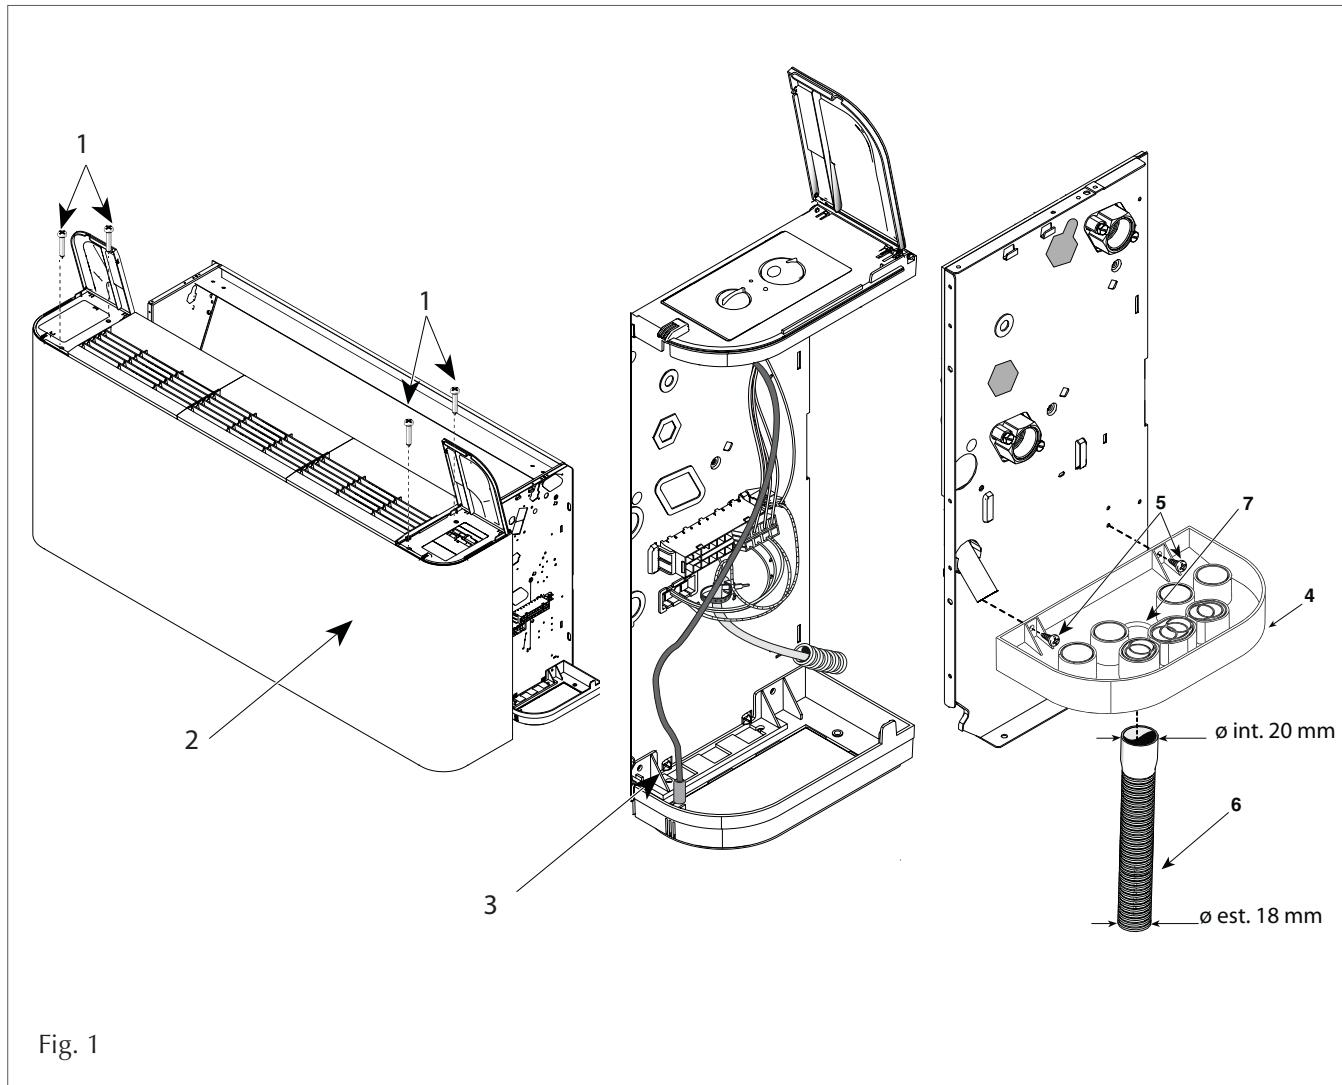

Fig. 1
**per versione FCZ\_A:** togliere le quattro viti (1 fig. 1) che fissano il mantello al frutto e sfilare il mantello di copertura (2 fig. 1), avendo cura prima di staccare la sonda temperatura ambiente se presente. (3 fig.1)
**per versione FCZ\_U:** togliere le quattro viti (1 fig. 1) che fissano il mantello al frutto e sfilare il mantello di copertura (2 fig. 1) avendo cura prima di staccare i connettori elettrici del microinterruttore consenso ventilatore e, se presente, la sonda temperatura ambiente.(3 fig.1)
- fissare la bacinella (4 fig. 1) all'apparecchio con le apposite viti (5 fig. 1);
- collegare il tubo di scarico (6 fig. 1) allo scarico bacinella (7 fig. 1);
**for the FCZ\_A version:** remove the four screws (1 fig. 1) that secure the case to the contact block and slide off the cover case (2 fig. 1), making sure you first disconnect the room temperature probe, if fitted. (3 fig.1)
**for the FCZ\_U version:** remove the four screws (1 fig. 1) that secure the case to the contact block and slide off the cover case (2 fig. 1), making sure you first disconnect the electrical connectors of the fan consent micro-switch and the room temperature probe (3 fig. 1), if fitted.
- secure the tray (4 fig. 1) to the unit with the screws (5 fig. 1);
- connect the drain pipe (6 fig. 1) to the tray drain (7 fig. 1);
**pour la version FCZ\_A :** déposer les quatre vis (1 fig. 1) qui fixent la chemise au produit et ôter la chemise de carrosserie (2 fig. 1), en ayant d'abord soin de détacher la sonde de température ambiante, si elle est présente. (3 fig.1)
**pour la version FCZ\_U :** déposer les quatre vis (1 fig. 1) qui fixent la chemise au produit et ôter la chemise de carrosserie (2 fig. 1), en ayant d'abord soin de détacher les connecteurs électriques du microrupteur d'autorisation du ventilateur et, le cas échéant, la sonde de température ambiante (3 fig.1).
- fixer le bac (4 fig. 1) à l'appareil avec les vis prévues à cet effet (5 fig. 1);
- raccorder le tube de vidange (6 fig. 1) au raccord de vidange du bac (7 fig. 1);
**Für die Ausführung FCZ\_A:** Die vier Schrauben (1 Abb. 1) mit denen der Gehäusemantel am Innenteil befestigt ist, lösen und den Gehäusemantel abziehen (2 Abb. 1), dabei zuerst die Sonde der Umgebungsluft, falls vorhanden, abtrennen. (3 Abb.1)
**Für die Ausführung FCZ\_U:** Die vier Schrauben (1 Abb. 1) mit denen der Gehäusemantel am Innenteil befestigt ist, lösen und den Gehäusemantel abziehen (2 Abb. 1); dabei zuerst die elektrischen Verbindungsstecker des Mikroschalters für die Freigabe des Gebläses und, falls vorhanden, die Sonde der Umgebungsluft (3 Abb. 1) abtrennen.
- Die Wanne (4 Abb. 1) mit den entsprechenden Schrauben (5 Abb. 1) am Gerät befestigen.
- Die Ablassleitung (6 Abb. 1) am Auslass der Wanne (7 Abb. 1) anschließen.